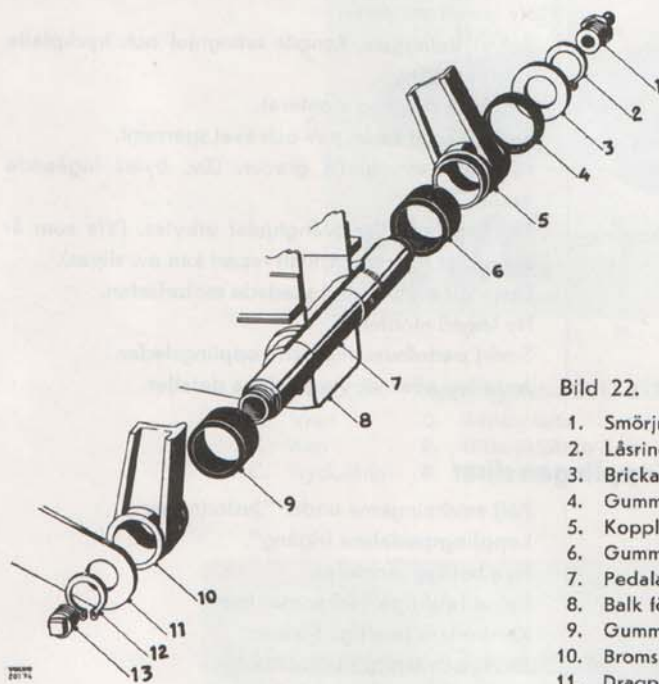

Bild 22. Pedalställ.
2. Tag bort låsringen (12 bild 22) vid pedalaxelns inre ände. Driv ur pedalaxeln utåt och tag bort pedalerna.
1. På axelns refflade ände monteras först brickan (3), se bild 22. Sätt fast ringen (2) på sin plats utanför brickan.
2. Smörj bussningen i kopplingspedalen, sätt på den smala gummiringen (4) på den sida, som vändes utåt och gummihylsan (6) på den sida av pedalen, som vändes mot ramen.